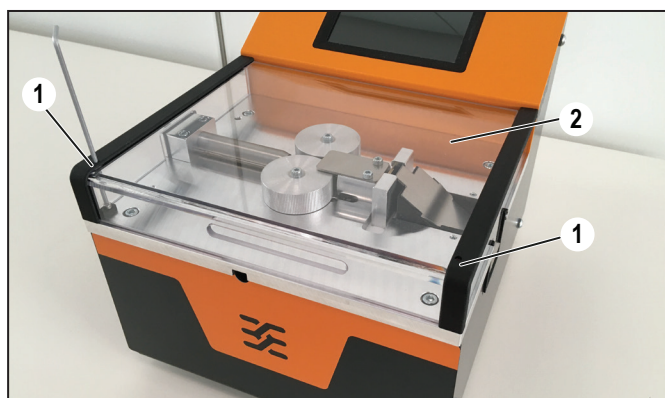

Figure 7.1 Retirer le cache de protection
- ▶ Desserrez les deux vis de fixation (Figure 7.1, 1).
- ▶ Soulevez le cache de protection (Figure 7.1, 2) et mettez-le de côté avec précaution.